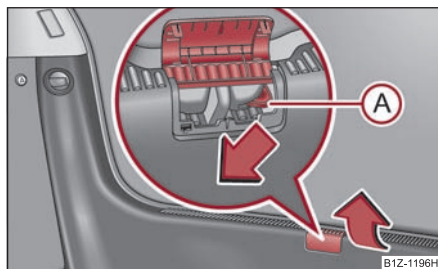

Fig. 46 Desbloqueo de emergencia de la tapa de maletero
- Levante la cubierta de la cerradura ⇒ fig. 46.
- Con ayuda de un objeto estrecho, p. ej., un destornillador, presione la palanca de mando (A) en el sentido de la flecha hasta el tope; se desbloqueará la tapa del maletero.